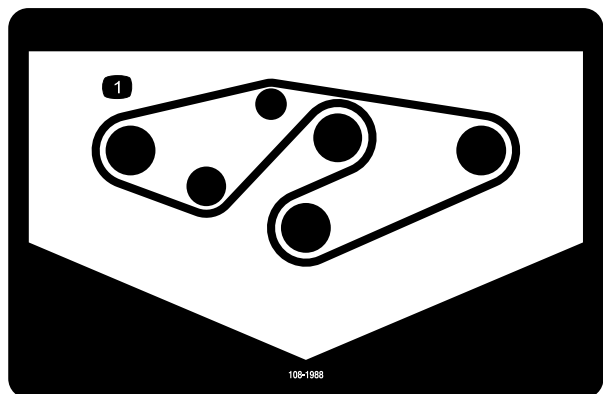

Figura 33
4. Montate la nuova cinghia attorno alle pulegge del mandrino e alla puleggia tendicinghia, come illustrato in Figura 33.